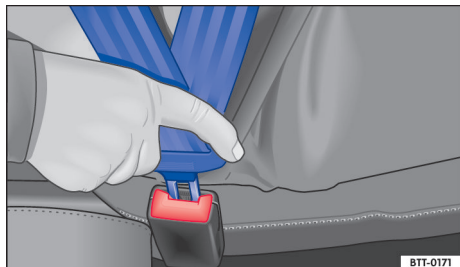

Fig. 27 Introducir la pestaña de encastre del cinturón de seguridad en el cierre del cinturón.
- Inserte la pestaña de encastre del cinturón con fuerza en el cierre del cinturón de seguridad correspondiente al asiento → fig. 27.